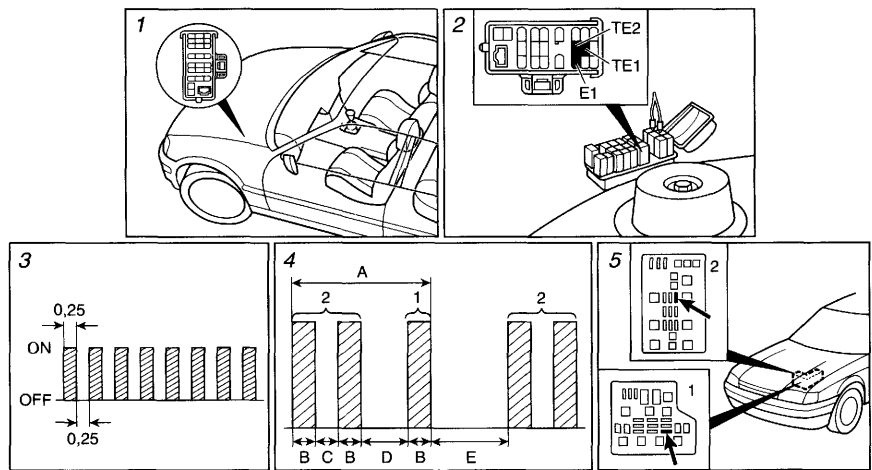

Рис. 5. **Самодиагностика Toyota TCCS**
- при отключенном зажигании на 15...20 секунд извлечь предохранитель «EFI» из монтажного блока под капотом (см. рис. 5/5-1 для двигателей 1,6/1,8 и рис. 5/5-2 для двигателя 2,0);